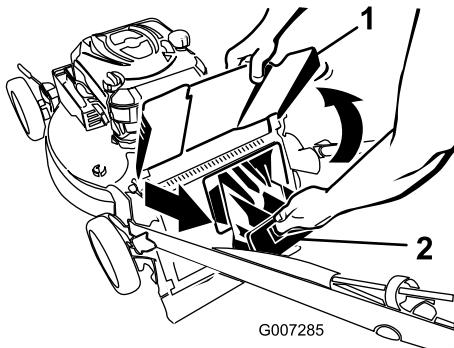

Bild 22
2. Heben Sie das Auswurfablenklech an und halten es hoch (Bild 22).
3. Ziehen Sie die Heckauswurfklappe ab (Bild 22).